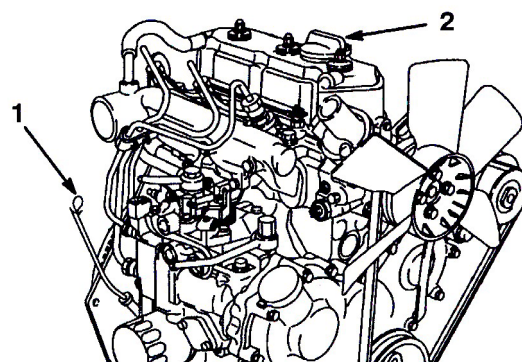

図23
2. ディップスティックを抜き、ウェスできれいに拭う（図23）。ディップスティックを、首の根元までもう一度しっかりと差し込む。首から引き抜いて油量を点検する。油量が足りなければ、バルブ・カバーについている補給口のキャップを取り、ディップスティックのFULLマークまでゆっくり補給する。オイルは、ディップスティックで量を確認しながらゆっくりと入れること。入れすぎはよくない。